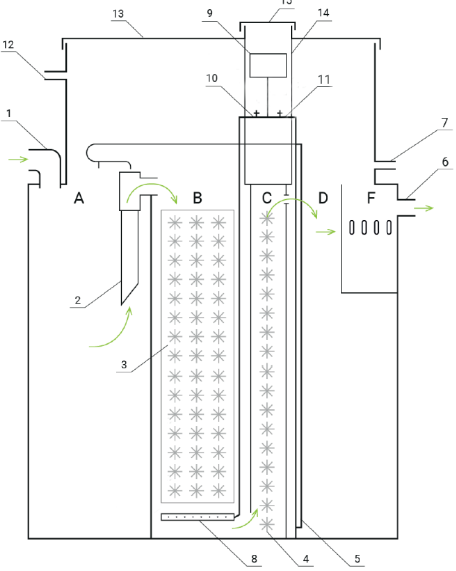

Рисунок 2. Общая схема камер станции
При повышенной нагрузке, избыточный ил, накапливающийся во вторичном отстойнике (D рис. 2, 3) периодически (раз в 6 месяцев) рекомендуется перекачивать в приемную камеру (А рис. 2, 3) с помощью системы аэрлифта (5 рис. 2, 3) до светлой воды.
Для этого необходимо открыть кран аэратора аэрлифта (11 рис. 2) полностью, а вентиль (10 рис. 2) системы аэрации закрыть, после перекачки вернуть краны в исходное положение.
При размещении компрессора в корпусе станции электрический кабель ввести через патрубок (12 рис. 2).
- заполнить камеры В, С, D станции водой до уровня выхода (6 рис. 2);
- вентиль аэратора (10 рис. 2) открыть до положения, при котором наблюдается среднее бурление воды;
- вентиль эрлифта (11 рис. 2) открыть до положения, при котором расход воды эрлифт составляет не более 1 литра в минуту.
Не допускается слишком активное и/или незначительное бурление в камере (В рис. 2, 3), т.к. нарушается оптимальный режим жизнедеятельности аэробных бактерий, из-за избытка или недостатка кислорода.
Работа станции заключается в многоступенчатой системе очистки сточных вод. В основе работы лежит механическая, аэробная и анаэробная системы. Сточные воды поступают в станцию через отверстие (1 рис. 2, 3) и попадают в приемную (септическую) камеру (А рис. 2, 3). В приемной камере происходит отстаивание стоков.
Затем стоки поступают в биореактор аэробный (рис. 2, 3) через переливной фильтр (2 рис. 2, 3). В биореакторе аэробном происходит процесс окисления сточных вод микроорганизмами, закрепившимися на ершовой загрузке (3 рис. 2, 3). Из аэробного биореактора вода с илом поступает в анаэробный отсек-денитрификатор где проходит доочистку от нитратов.
Пройдя механическую, аэробную и анаэробную очистку, стоки поступают во вторичный отстойник (D рис. 2, 3), в котором происходит разделение иловой смеси. При разделении активный ил оседает на дне камеры. Часть его перемещается эрлифтом (5 рис. 2, 3) в приемную камеру.
Из вторичного отстойника очищенные стоки поступают в третичный отстойник (F рис. 2, 3). Из третичного отстойника очищенная вода отводится в дренажную систему или водоток. В зависимости от принципа отведения, самотечный или принудительный, у станции имеются: вывод самотечный (6 рис. 2, 3) и принудительный (7 рис. 2).
Горловина станции оснащена крышкой (13 рис. 2), с вентиляционным зонтом (15 рис. 2).
Отводящий трубопровод проложить аналогично подводящему трубопроводу, с уклоном от станции. Если сброс принудительный, то необходимо установить дренажный насос, соединив его с принудительным выводом (7 рис. 2), заглушив самотечный (6 рис. 2, 3), электричество, для питания дренажного насоса, подводится через ввод электрического кабеля (12 рис. 2).